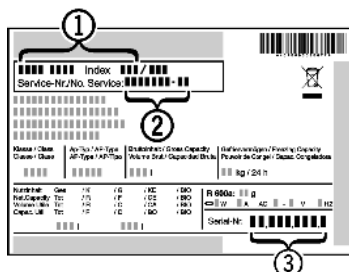

Fig. 38
- ▶ Наименование устройства Fig. 38 (1), сервисный № Fig. 38 (2) и серийный № Fig. 38 (3) считайте с заводской таблички. Заводская табличка находится внутри устройства слева.
- ▶ Обратитесь в сервисную службу и сообщите вид неисправности, наименование устройства Fig. 38 (1), сервисный № Fig. 38 (2) и серийный № Fig. 38 (3).